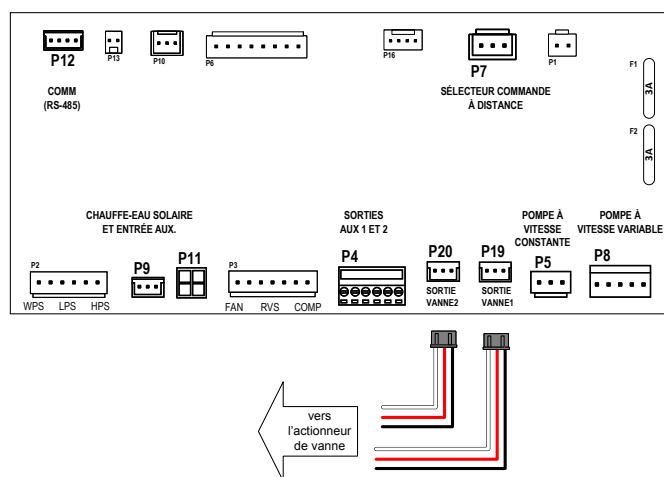

Figure 134. Câblage des faisceaux des actionneurs de vannes
2. Connecter les faisceaux des actionneurs de vannes fournis sur site aux bornes de la carte de contrôle repérées par « VALVE 1 » [P19] et « VALVE 2 » [P20]. Les contacts de manœuvre présentent des valeurs nominales de 0,75 A à 24 VCA. Voir Figure 134.